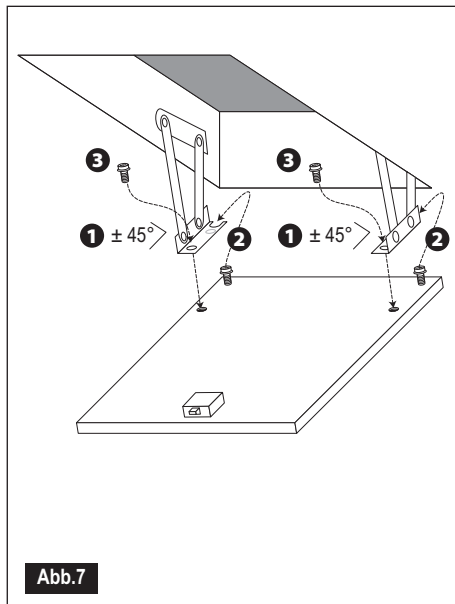

Abb. 7
- Hängen Sie jetzt der Deckel wieder zurück in die Scharniere (Abb. 7)